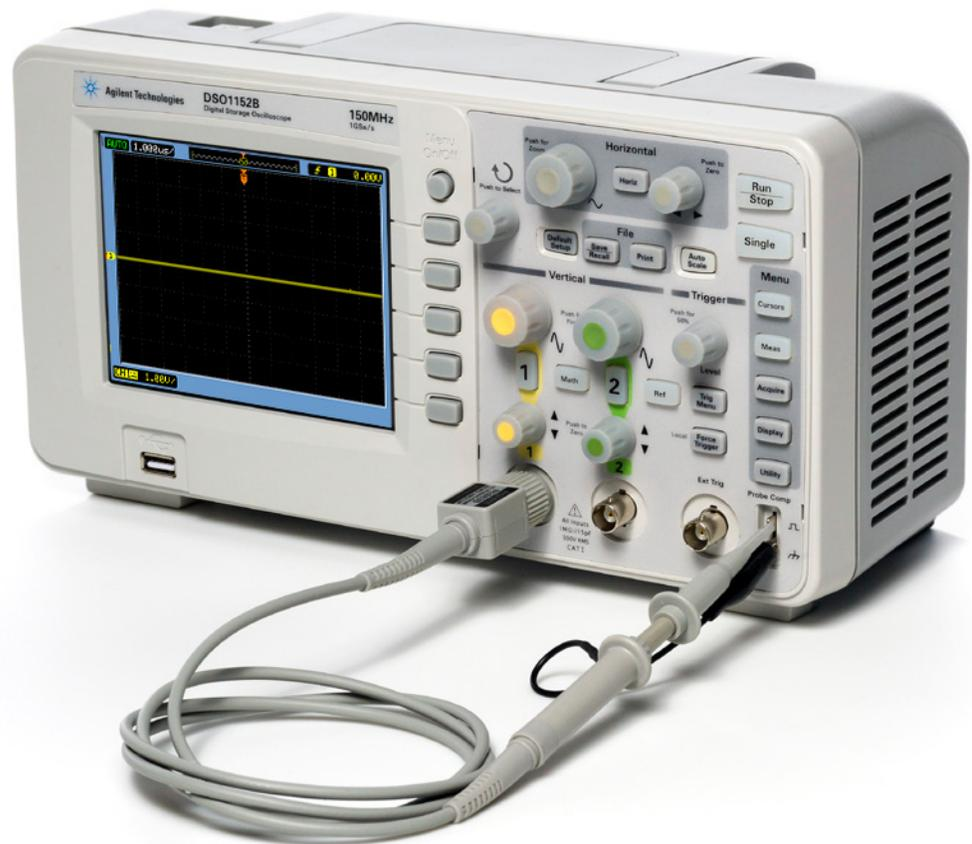

Abbildung 8 Schließen Sie einen Messkopf zwischen dem Input-Kanal 1 und dem Anschluss Messsondenkomp. an
- 2 Schließen Sie einen Oszilloskop-Messkopf zwischen dem Input-Kanal 1 (BNC-Anschluss) und dem Anschluss **Messsondenkomp.** an, der der „Impulsform“ entspricht, wie in Abbildung 8 dargestellt. Verbinden Sie die Erdungsklemme des Messkopfs mit dem Erdungsanschluss. Beachten Sie, dass bei DSO1000A Series Oszilloskopen die Anschlüsse **Messsondenkomp.** unter der Anzeige liegen.